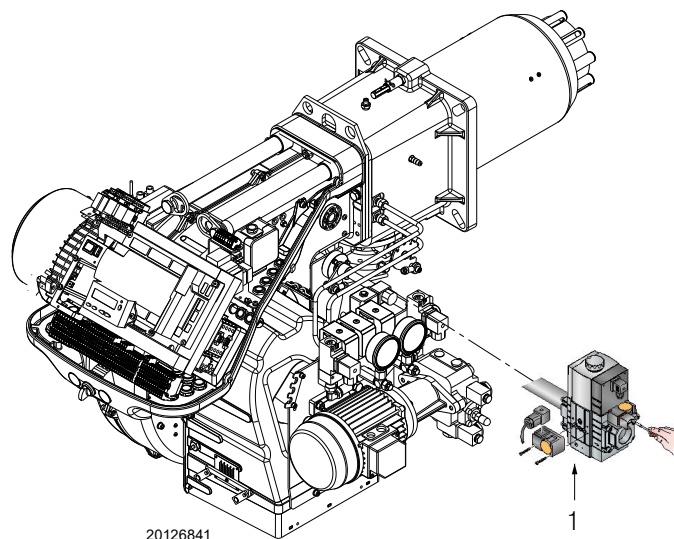

Fig. 35
- Verificați presiunea de alimentare cu gaz prin conectarea unui manometru la punctul de priză de presiune 1)(Fig. 35) al presostatului de presiune minimă a gazului: aceasta trebuie să fie mai mică decât presiunea maximă admisibilă a rampei de gaz indicată pe plăcuța indicatoare.
- Evacuați aerul din conducta rampei de gaz prin conectarea unui tub de plastic la priza de presiune 1)(Fig. 35) a presostatului de presiune minimă a gazului. Scoateți țeava de ventilație în afara clădirii până la detectarea mirosului de gaz.